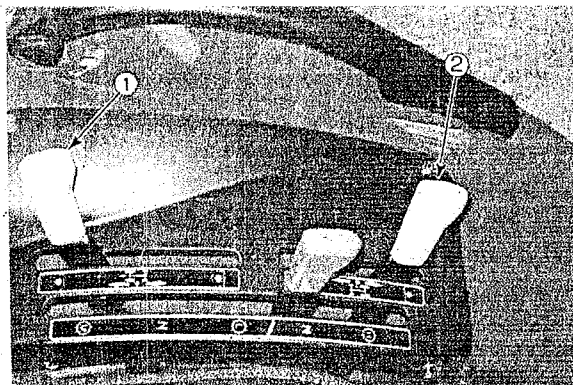

Fig. 27 – Alavanca de controlo da Tomada de força
As alavancas de controle de transmissão traseira da tomada de força (PTO) e da PTO média (no caso de equipada no tractor), aparecem na fig. 27. O nr 1 engata e desengata a tomada de força traseira e o nr 2 trabalha com a tomada de força média (no caso de equipada).
A velocidade da tomada de força média é de 2000 +/- 10 rpm. Obtém-se esta velocidade quando as rotações do motor estão ajustadas para 2377 ou 2420 rpm (no caso de ter transmissão hidrostática). A transmissão da tomada de força traseira é controlada através da alavanca que aparece na fig 27. Pode engatar, trabalhar e desengatar a transmissão da tomada de força conforme o descrito abaixo em “Funcionamento da tomada de força”.
- Desengate a tomada de força utilizando a alavanca de controlo respectiva, fig. 27
3 – Com a transmissão na posição neutra, pressione completamente o pedal da embraiagem, depois engate a tomada de força, movendo completamente para cima a alavanca de controlo, fig. 27.